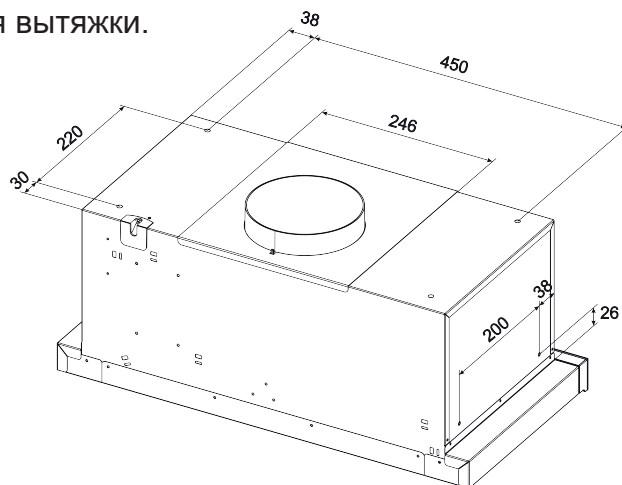

Рис.4
6.6 Крепление вытяжки осуществляется 4 метрическими винтами M5x35, которые вкручиваются изнутри навесного шкафа в резьбовые гайки M5, прикреплены к верхней плоскости корпуса вытяжки (рис.4 / 4.1).